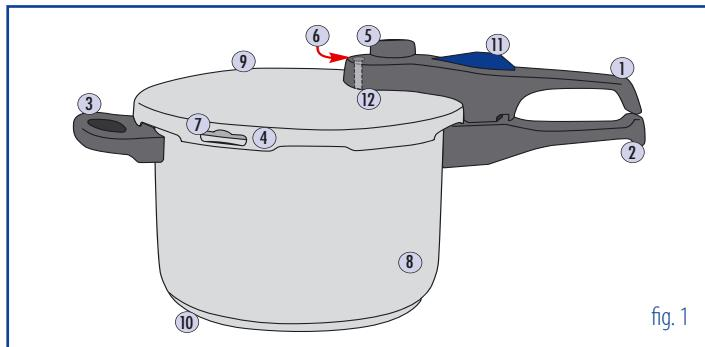
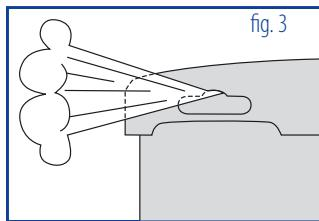

fig. 1
fig. 3
Un eventuale aumento eccessivo della pressione può far fuoriuscire la guarnizione in gomma attraverso una rientranza al bordo del coperchio (fig. 1: ⑦), provocando una fuoriuscita di pressione (vedasi fig. 3).